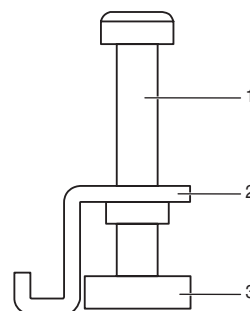

Figura 3.3: Conjunto de hardware de montaje
- 2 Guarde los cuatro conjuntos de montaje a mano. Cada conjunto consta de un tornillo (1), una abrazadera (2) y una tapa (3), tal y como se muestra en la Figura 3.3: Conjunto de hardware de montaje.